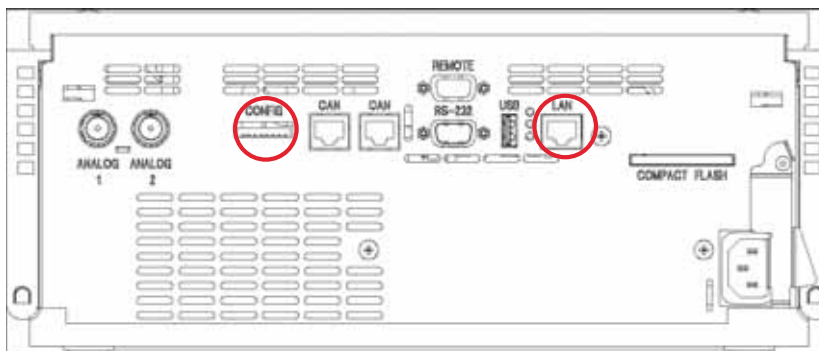

図 8 LAN インタフェースおよび MAC ラベルの位置
- 1 今後参照するために、MAC (Media Access Control) アドレスを書き留めてください。LAN インタフェースの MAC アドレスまたはハードウェアアドレスは、世界中で唯一の ID です。別のネットワークデバイスが同じハードウェアアドレスを持つことはありません。設定スイッチの下の検出器の背面に MAC アドレスのラベルがあります (40 ページ 図 8 を参照してください)。
- 2 装置の LAN インタフェース (40 ページ 図 8 を参照してください) を